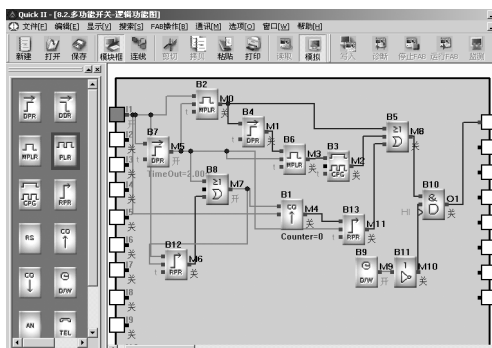

图 4.17 FAB2 程序的模拟运行
1、用鼠标左键点击指令 FAB2 操作选单下的模拟选项，再点击开始，如图 4.16 所示，或者直接用鼠标点击工具栏中的  按钮，则可开启模拟，此时您可从画面上的输入输出状态看到程序运行的结果，如图 4.17 所示。